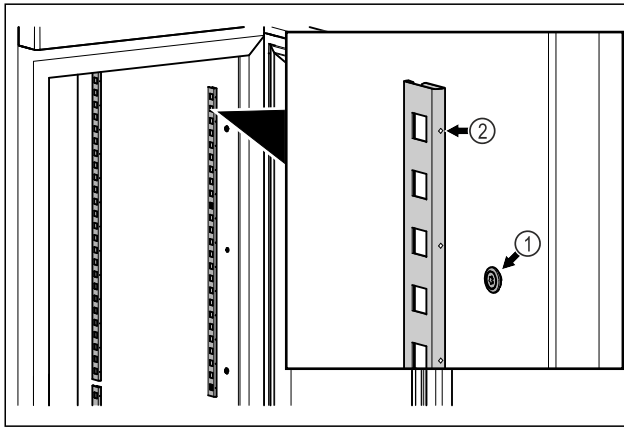

Fig. 78 Immagine a titolo di esempio
- Agganciare le barre di arresto in sospensione Fig. 78 (1). Il contrassegno Fig. 78 (2) deve essere rivolto in avanti.